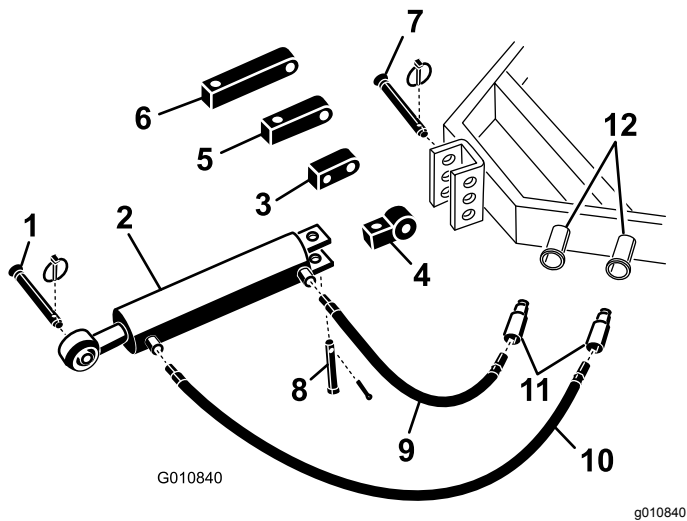

图5
1. 使用随主机提供的柱销将液压顶部连杆的连杆端固定到主机 图5。
**注意** 如果液压油缸的放置必须使端口朝向上方请使用旋转垫块重新调整油缸的位置而不是使用标准安装垫块 图5。您可以使用 90° 液压接头替代旋转垫块 90° 接头未随附。
- A. 取下将标准连接杆固定到油缸上的开口销和柱销 图5。从油缸上卸下连接杆。
- B. 使用之前卸下的柱销将旋转垫块安装到油缸上 图5。
- 将 106cm 长液压软管连接至最靠近打孔机的液压顶部联杆端口图5。在管螺纹上缠绕管螺纹密封胶带或防松螺纹油防止发生泄漏。
- 将 76cm 短液压软管连接至最靠近主机的液压顶部联杆端口图5。在管螺纹上缠绕管螺纹密封胶带或防松螺纹油防止发生泄漏。
如果液压油缸没有接触到打孔机安装支架请使用延长垫块将油缸连接到主机上而不是使用标准安装垫块图5。
- 取下将标准连接杆固定到油缸上的开口销和柱销图5。从油缸上卸下连接杆。
- 使用之前卸下的柱销将所需长度的延长垫块安装到油缸上图5。